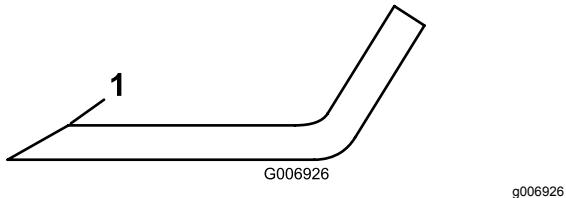

Figura 97
- 4. Inspeccione los filos de corte de todas las cuchillas. Afílelos si están romos o tienen mellas. Afile únicamente la parte superior del filo y mantenga el ángulo de corte original para asegurar un afilado correcto (Figura 97).
- 5. Si está romo o tiene desperfectos, afile únicamente el filo superior y mantenga el ángulo de corte original (Figura 97).